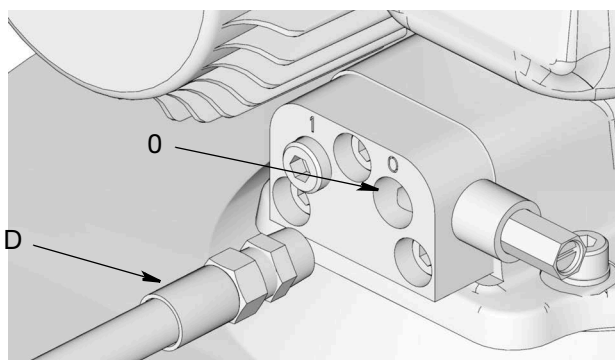

图 54: 润滑剂输出接头
3. 断开定时器/控制器 (F) (用户提供, 若使用)。
4. 断开高压润滑剂供应管路 (D) 与排气阀或歧管的润滑剂输出接头 (O) 的连接 (图 54)。